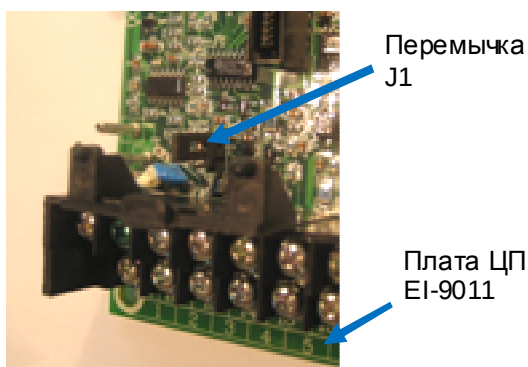

Рис. 4.29. Перемычка J1 на плате ЦП EI-9011.
4.18.15. Отсоединить вывод потенциометра от клеммы 13 и соединить его с клеммой 14. При этом удалить перемычку J1 на плате ЦП – см. рис. 4.29 (после завершения диагностики перемычку J1 вернуть на место).